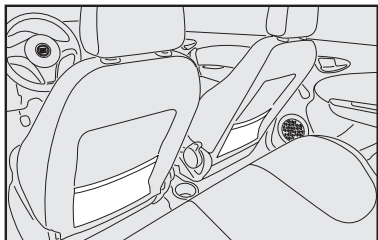

fig. 72
- para algumas versões, uma bolsa porta-objetos na parte posterior do encosto dos bancos dianteiros **fig. 72**.